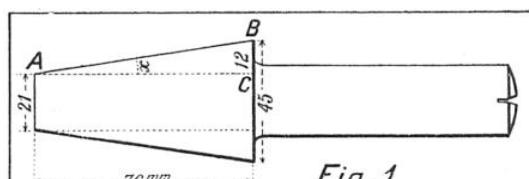

Fig. 1
Soient, par exemple, 45 millimètres et 21 millimètres, les diamètres du tronc de cône et 76 millimètres sa longueur. Il suffit de comprendre le triangle rectangle  $A, B, C$  (fig. 1, pl. 2).
*Le problème, cette fois, consiste à déterminer le nombre de degrés qu'il faut donner à la base graduée d'un chariot de tour pour exécuter un tronc de cône dont on ne connaît que la hauteur et les deux diamètres extrêmes. La figure 1 représente le tronc de cône à exécuter ; la figure 2, la disposition de l'instrument lorsque l'angle inconnu a été formé, disposition qui permet de mesurer en millimètres le sinus de l'angle. Enfin, la figure 3 montre l'instrument retourné pour permettre la lecture du nombre de degrés cherché.*